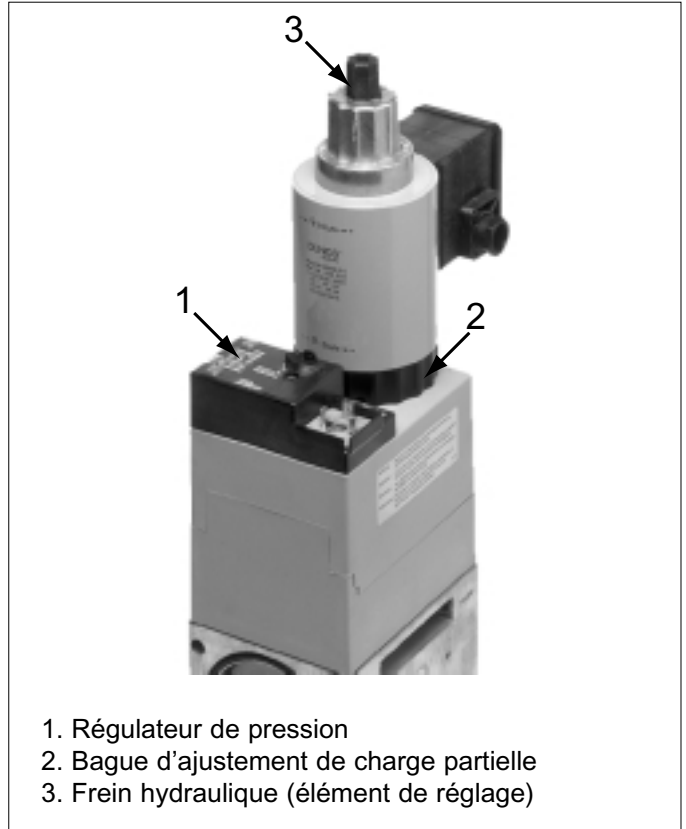

Fig. 10 Dungs MB-ZRDLE 415 / 420 S22.
13. Régler la **pression pleine charge du brûleur** à l'aide du régulateur de pression situé sur la vanne de gaz du multibloc (voir Fig. 10, pos. 1).
- Régler la pression du brûleur à charge partielle en tournant la bague d'ajustement (Fig. 10, pos. 2).
- Dévisser le capuchon de protection (Fig. 10, pos.3), le retourner et s'en servir comme d'un clef pour tourner la tige de réglage jusqu'à obtention du débit voulu. Revisser le capuchon de protection.
- Vérifier si le pressostat maxi gaz HD fonctionne à la valeur pré-réglée en augmentant (Fig. 10, pos.1) la pression du brûleur à pleine charge jusqu'à atteindre cette valeur. La chaudière s'arrête de fonctionner.